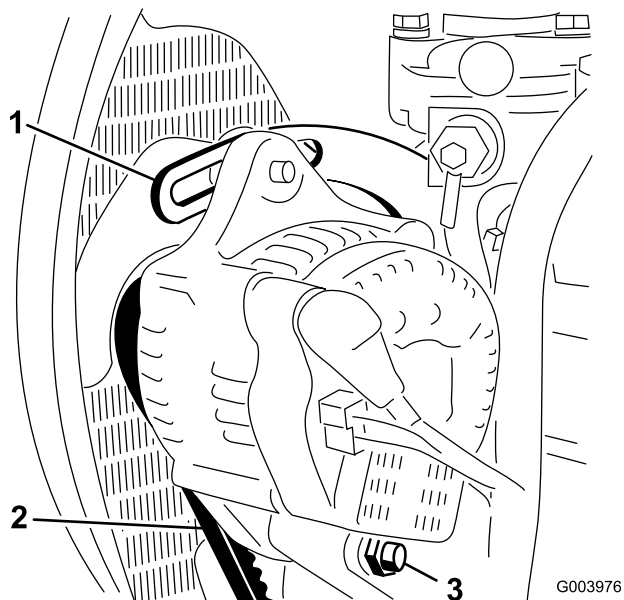

Figura 60
2. Compruebe la tensión de la correa del alternador presionándola (Figura 60) en el punto intermedio entre las poleas del alternador y del cigüeñal con una fuerza de 10 kg (22 libras).
3. Afloje el perno que fija el tirante al motor (Figura 60), el perno que fija el alternador al tirante y el perno de pivote.